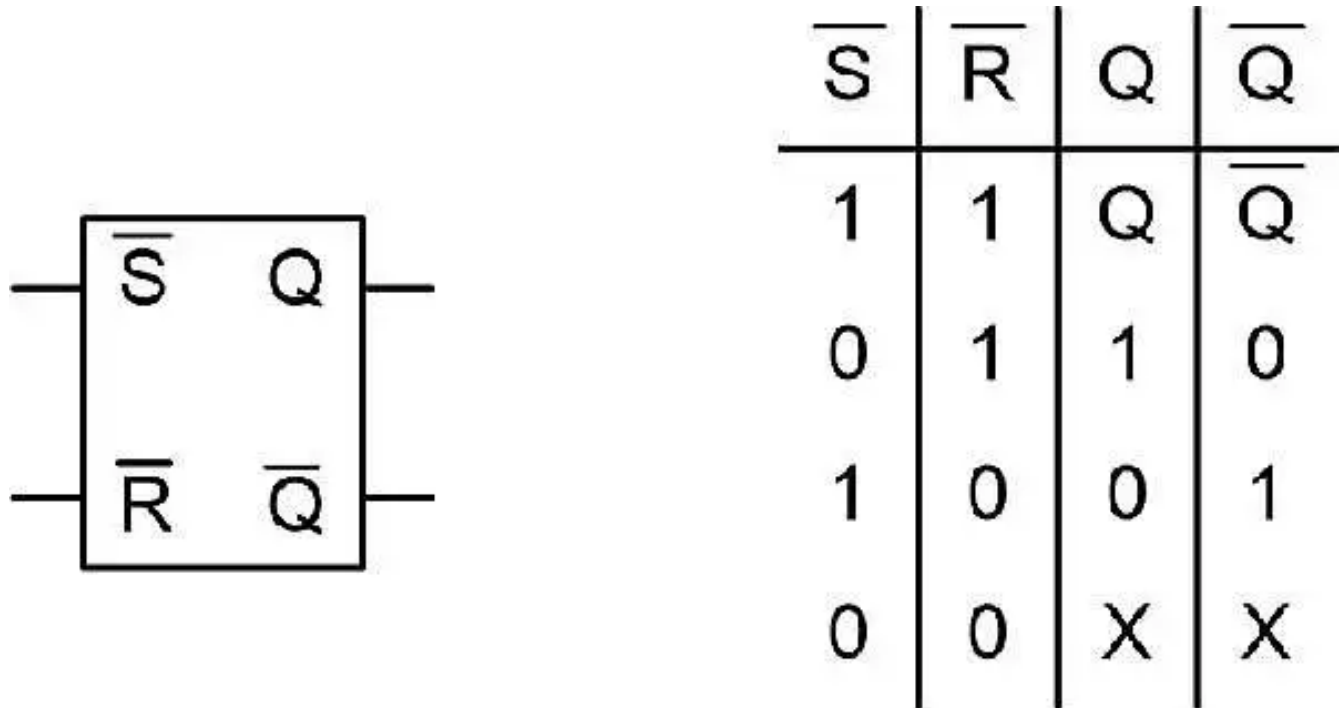

图 2. 具有低電位作動輸入和對應真值表的 SR 門鎖。
图 2 說明執行門鎖電路的高階方法。許多電源轉換器和監控電路皆有電源良好 (PGOOD) 輸出。若轉換器發生故障，PGOOD 信號將會拉低，表示轉換器出現問題。當 PGOOD 訊號變低時，門鎖電路 (Q) 的輸出會將變高，進而拉低轉換器的 EN 針腳。當 EN 針腳變低時，轉換器將關閉且不會自行重新啟動。傳送至門鎖的重設訊號會重新啟動轉換器，並使 Q 輸出變低，進而使 EN 針腳變高。系統內建可精簡介面的逆變器；其採用開汲極金屬氧化半導體場效電晶體 (MOSFET) 實作。